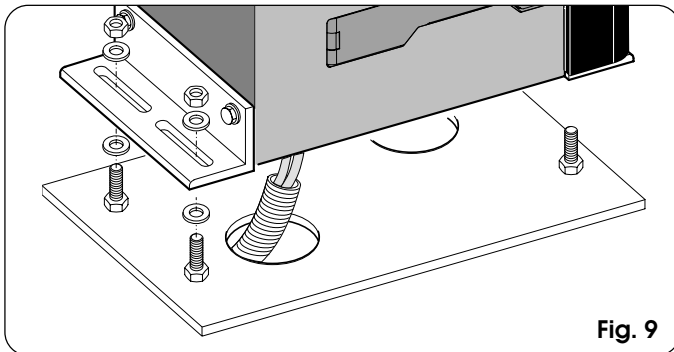
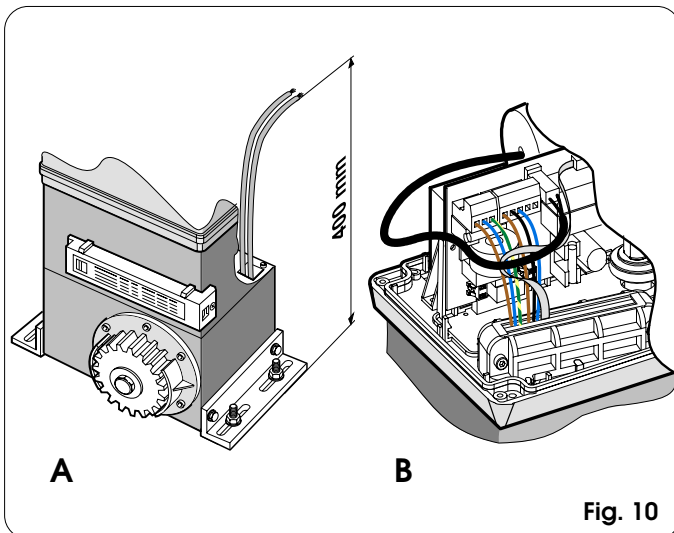

Fig. 9
Fig. 10
- 3) Coloque el operador sobre la placa, utilizando las arandelas y tuercas suministradas en dotación, como se indica en la Fig.9. Durante dicha operación haga pasar los cables a través del específico conducto situado en el semicuerpo inferior del operador (Fig.10 - Ref. A).
Para acceder al equipo electrónico, haga pasar los cables a través del específico orificio, utilizando para ello el sujetacables con goma suministrado en dotación. Preste especial atención a desvainar todos los cables, a fin de que el sujetacables sólo apriete los hilos (Fig. 10 - Ref. B).